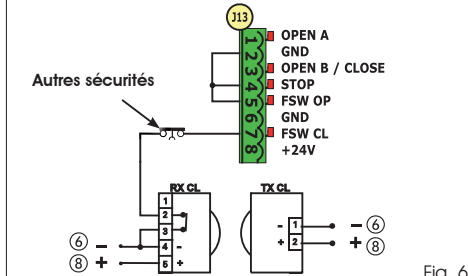

Fig. 6
- En utilisant la sécurité FAIL-SAFE, brancher l'alimentation des émetteurs à l'OUT après l'avoir convenablement réglée (voir programmation de 2^{ème} niveau et Fig. 6).
- En utilisant la sécurité FAIL-SAFE, les entrées de sécurité non utilisées devront également être shuntées avec le négatif d'OUT (voir Fig. 6).